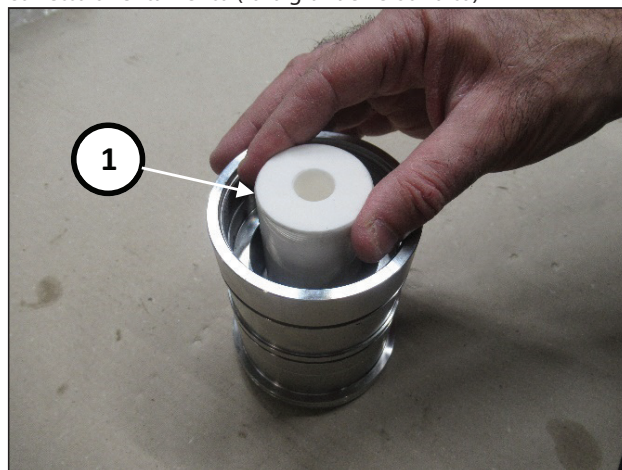

Fig. 175
Posizionare la camicia in verticale in appoggio su un piano ed inserire il pistone (pos. ①, Fig. 175) facendo attenzione al corretto orientamento (foro grande verso l'alto)